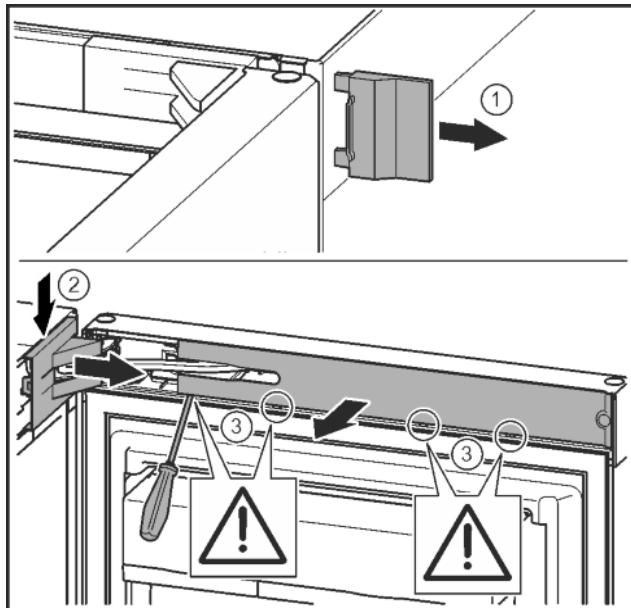

Fig. 12
- Снять внешнюю крышку. Fig. 12 (1)
► При помощи отвертки освободить крышку опорного кронштейна и отсоединить. Снять крышку опорного кронштейна. Fig. 12 (2)
► Шлицевой отверткой вывести накладку из зацепления и отвести в сторону. Fig. 12 (3)